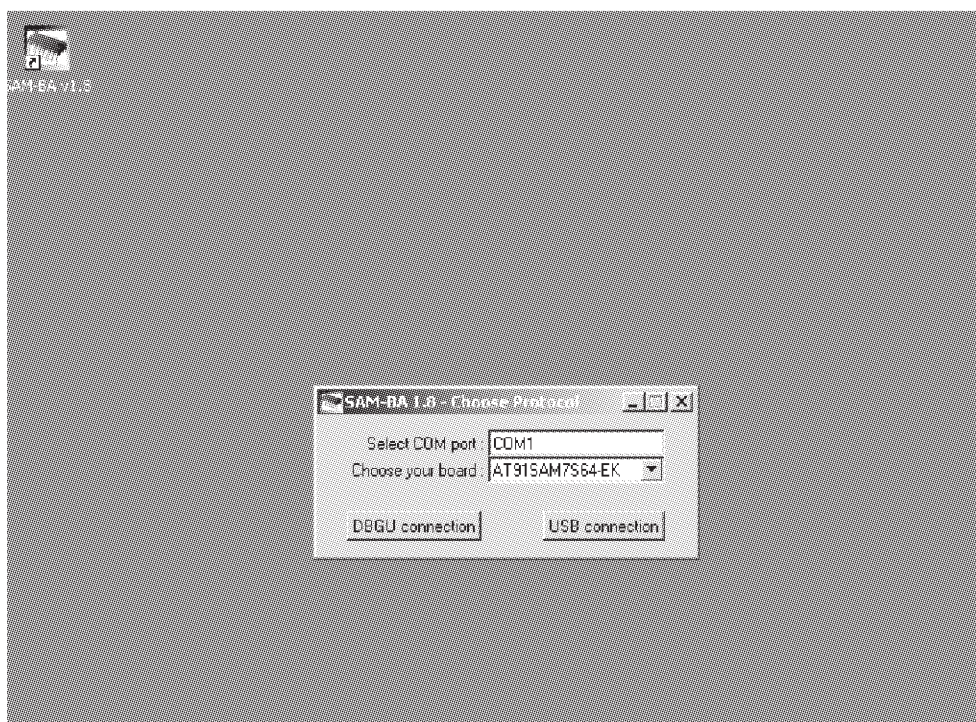

图 5.1 Samba 程序运行窗口
- 4)双击桌面上的 **Samba** 图标或者从“开始”菜单中运行 **Samba** 程序,出现如图 5.1 所示的窗口。